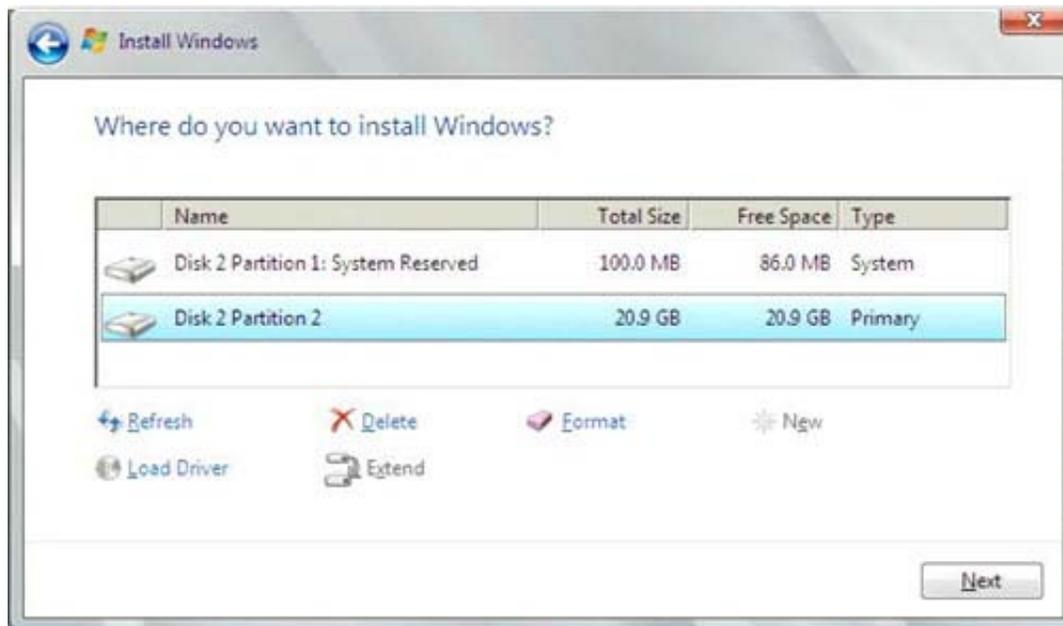

Abbildung 14-13. Auswählen der Installations-CD-Partition
3. Wählen Sie die zu installierende Boot-LUN aus (Abbildung 14-13):
Der Boot-Initiator muss so konfiguriert werden, dass er auf die gewünschte Installations-LUN zeigt, und der Boot-Initiator muss die Bereitschaft der LUN erfolgreich ermitteln und protokollieren, bevor die Installation gestartet wird. Wenn diese Anforderungen nicht erfüllt werden, werden die Geräte zwar in der obigen Laufwerkliste Abbildung 14-13 angezeigt, während der Installation treten jedoch Fehler beim Lesen/Schreiben auf.